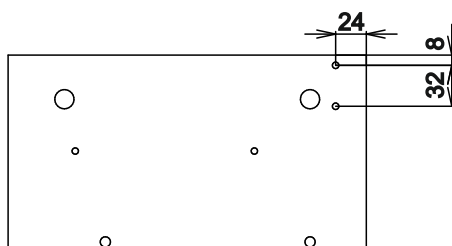

рис. 1
1. К боковине левой (1) и боковине правой (2) шурупами 3,5х16 прикрутить навесы (рис. 1)
2. К боковине левой, боковине правой и перегородке (3) винтами 6,3х11 прикрутить направляющие
3. В соответствующие отверстия на крышке (4) ввернуть штоки эксцентриков односторонние
5. К получившейся конструкции евроинтами прикрутить вязку (5)